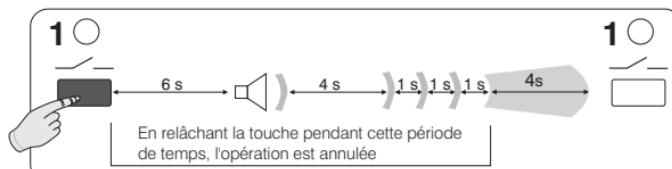

Fig. 16
- Appuyer sur la **touche 1** et maintenir la pression jusqu'à la fin de la séquence de signaux sonores indiquée dans la figure 16; puis la relâcher. L'accouplement du transmetteur est effacé de la mémoire du récepteur et le **canal 1** est libre.